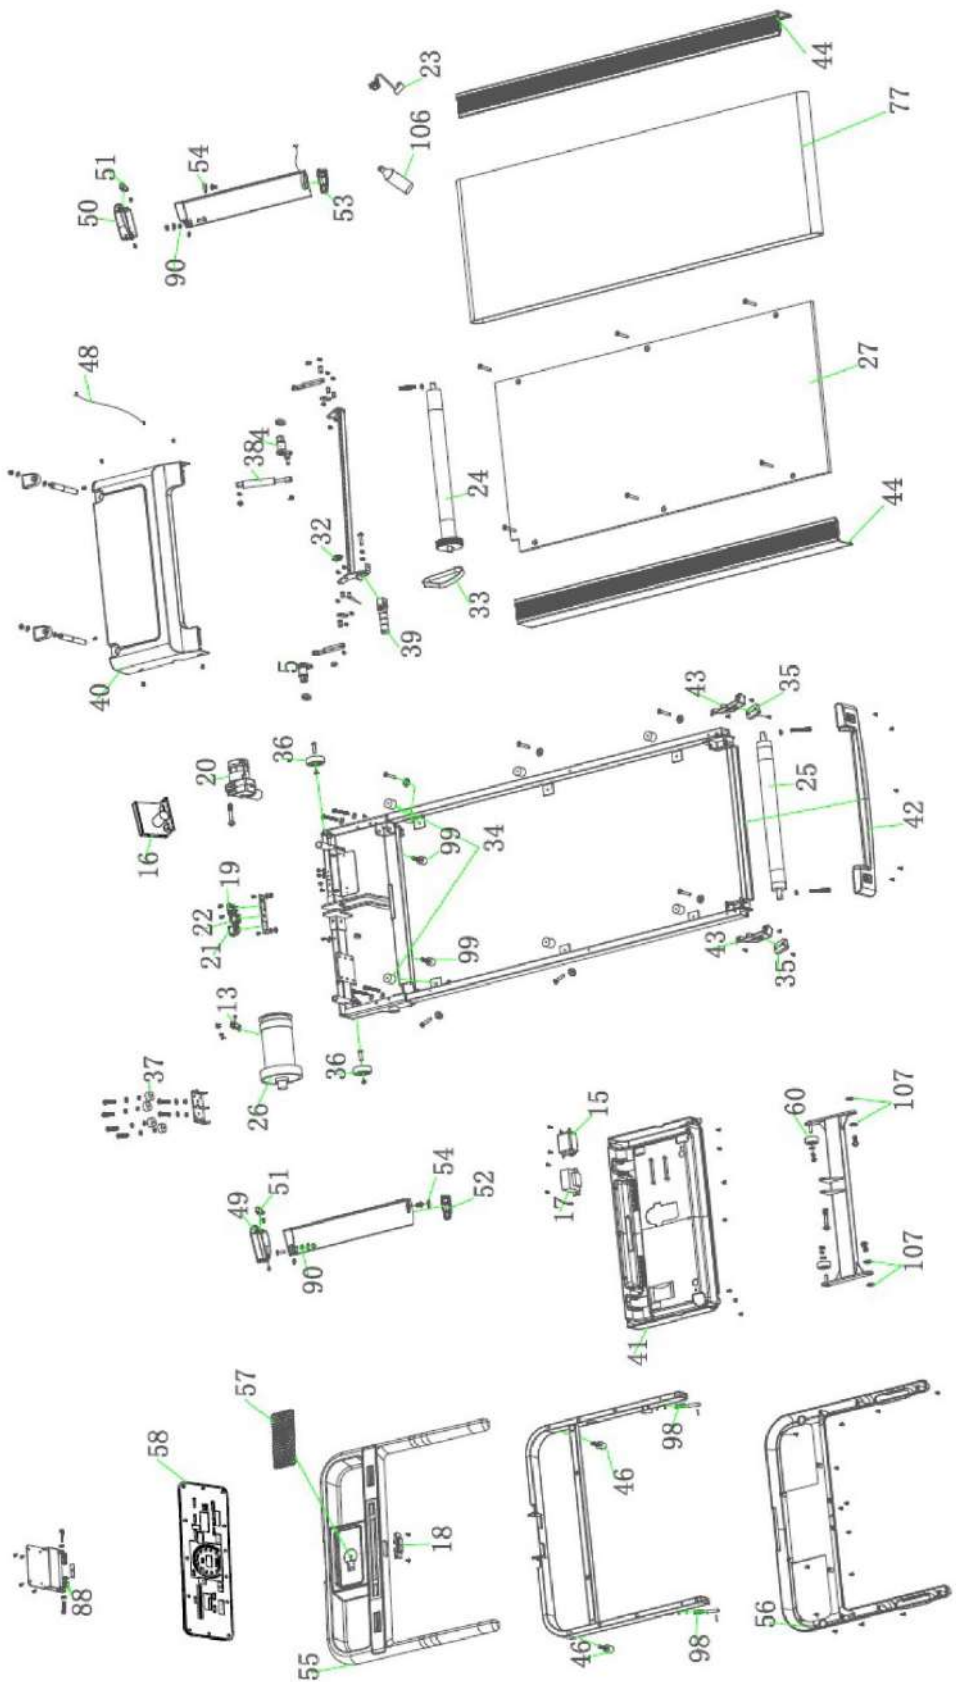

Fig.1
Podłącz urządzenie (fig.1) do gniazdka elektrycznego z uziemieniem, następnie przetłącz włącznik (L), tak by znajdował się w pozycji (1).